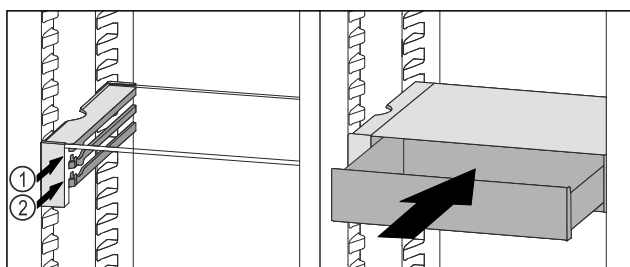

Fig. 103
- ▶ Nasaďte zásuvku VarioSafe za zarážky na požadovaném žebro Fig. 103 (1) nebo Fig. 103 (2).